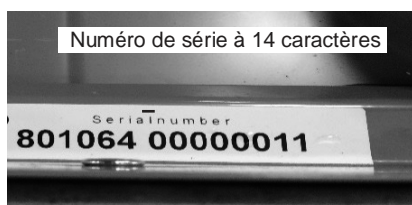

Fig. 9 : Autocollant avec numéro de série (représentation par symbole)
- Numéro de série de l'appareil (voir plaque signalétique → Chapitre 2.2.1 / autocollant complémentaire sur l'appareil, voir → fig. 9),